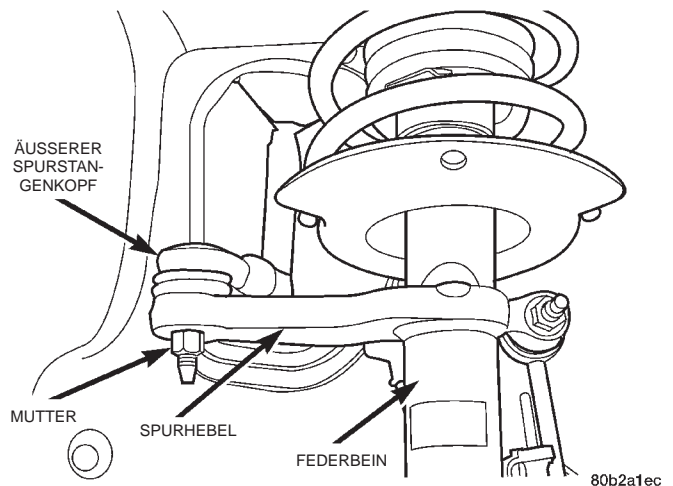

Abb. 27 Mutter des Spurstangenkopfs
(4) Die Befestigungsmutter des Spurstangenkopfes am Spurhebel lockern (Abb. 27).
(1) Den neuen Spurstangenkopf in die Einstell-hülse eindrehen. **Die Klemmschraube noch nicht festziehen.**
(2) Den äußeren Spurstangenkopf am Spurhebel anbauen. Die Befestigungsmutter am Spurhebel auf-schrauben (Abb. 27) und mit einem Anzugsmoment von 37 N·m (27 ft. lbs.) festziehen.
(3) Rad anbauen.